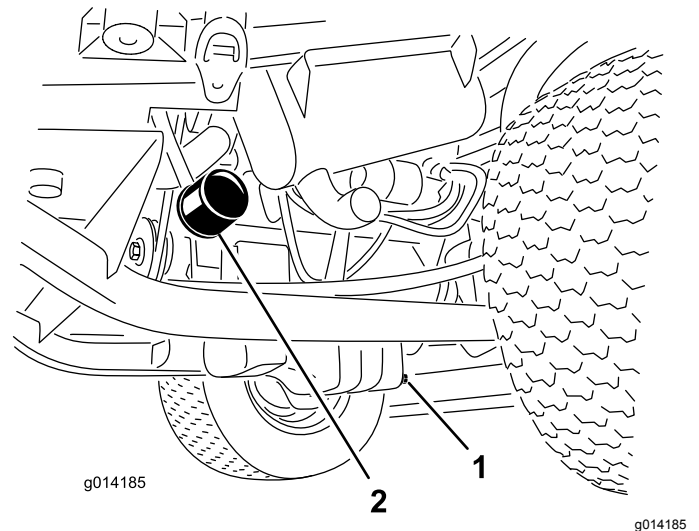

Figura 32
- Retire o filtro do óleo (Figura 32).
- Retire o tampão de escoamento (Figura 32) e deixe o óleo escorrer para um recipiente adequado.